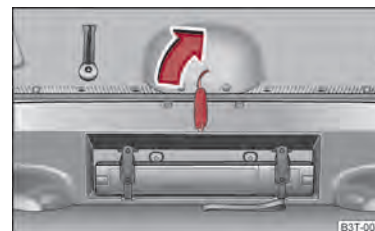

Abb. 23 Notentriegelung der Gepäckraumklappe
- Schieben Sie den Schlüssel in den Schlitz der Verkleidung bis zum Anschlag ⇒ Abb. 23.